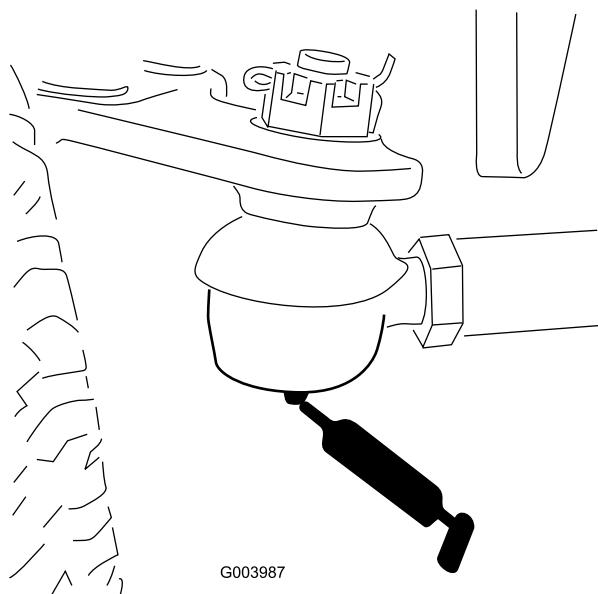

Figure 31
- Biellette d'essieu arrière (2) (Figure 31).